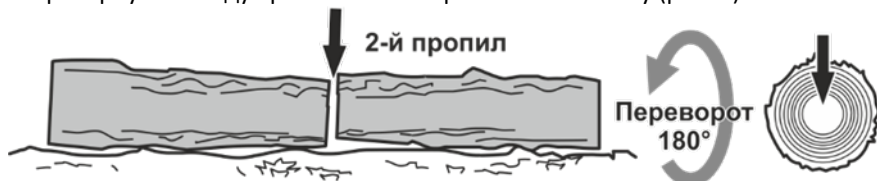

Рисунок 5. Схема остаточного розпи́лу колоди з протилежного боку.
2. Перевернути колоду і розпи́ляти її з протилежного боку (рис. 5).